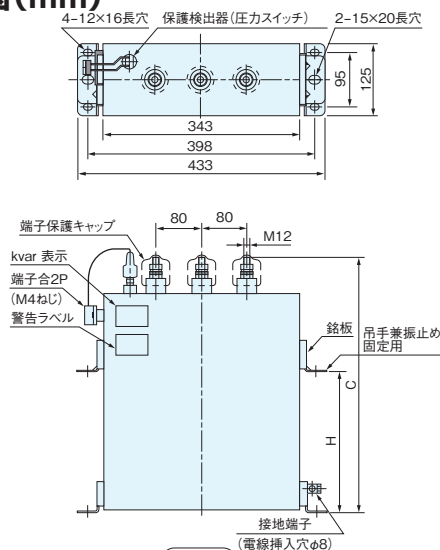

図 1
5. 接地端子の締付トルクは、図1 2±0.4N・m、図2・3 6.5±1N・mです。